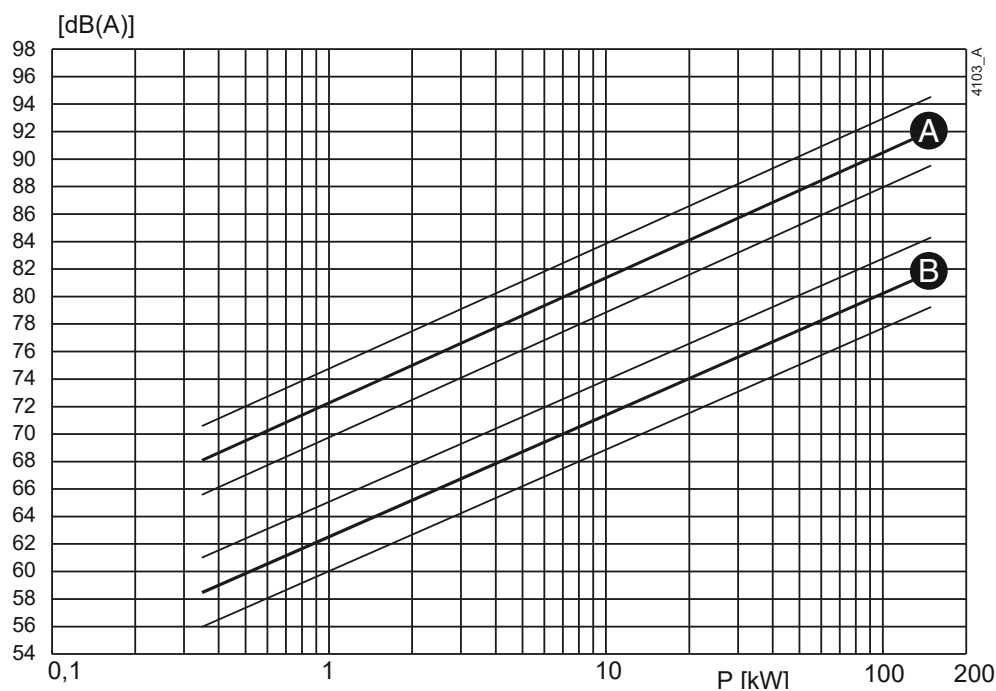
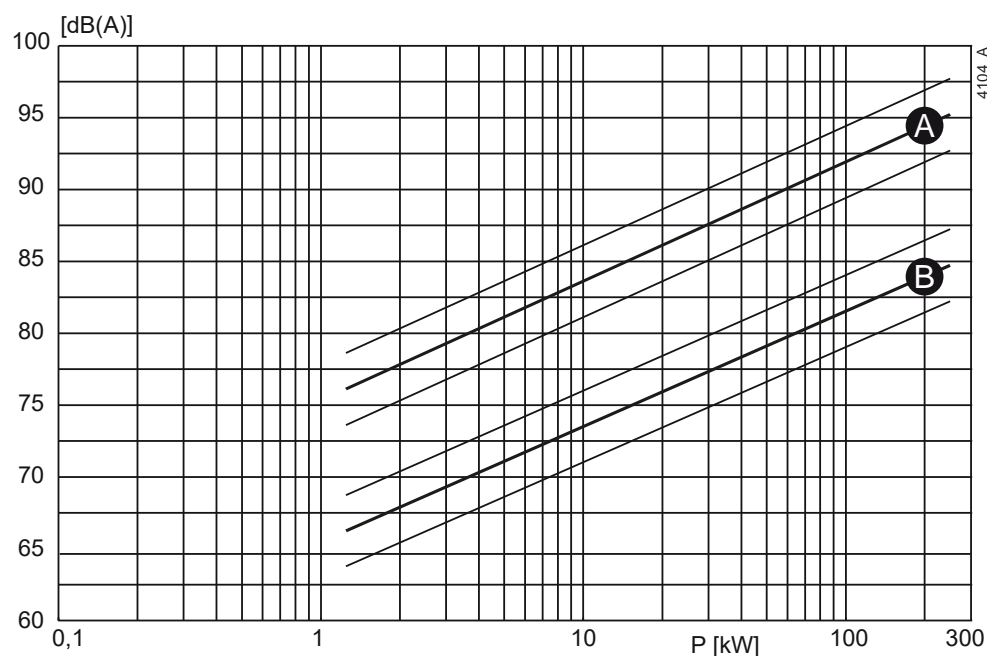

Bild 40: Ljudnivå som funktion av pumpeffekt [kW] vid 1450 min^{-1}
Bild 41: Ljudnivå som funktion av pumpeffekt [kW] vid 2900 min^{-1}
- 1 Bestäm ljudnivå (L1) för pumpen (se bild 40 eller bild 41).